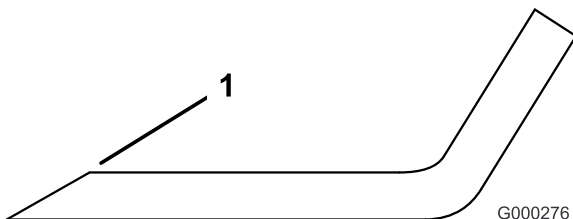

Figure 96
1. Au moyen d'une lime, aiguissez les tranchants aux deux extrémités de la lame (Figure 96).